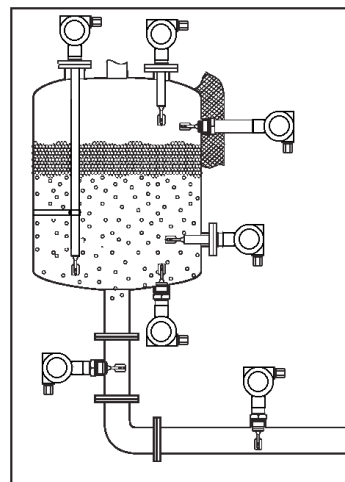

Рисунок 6
2.4.2 Внимание: при установке СУ с погружной частью «L» более 0,6м **необходимо дополнительно устанавливать кронштейн или защитную трубу для предотвращения перелома от колебаний при боковых нагрузках** (см. рис. 6 и 7).